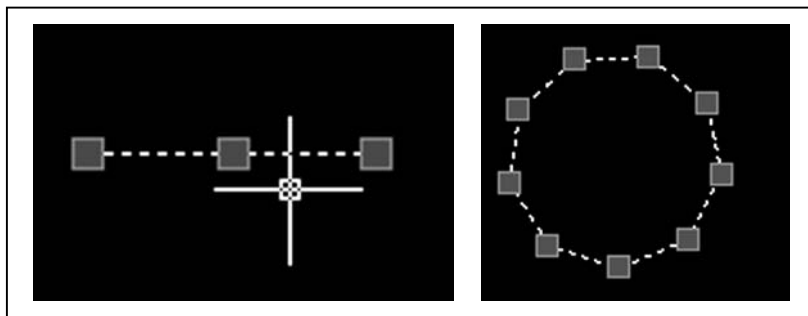

Рис. 4.4. Результат выделения одного объекта
2. Щелкнуть на нем левой кнопкой мыши. В результате объект будет отмечен характерными синими точками (рис. 4.4).